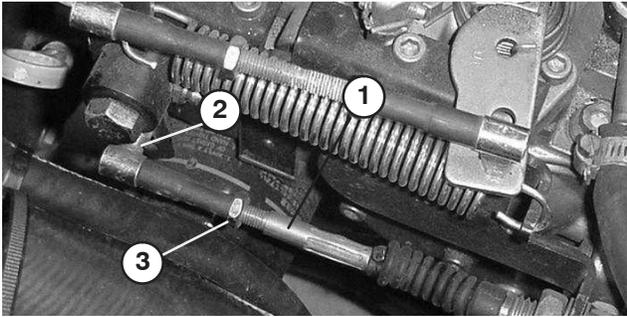
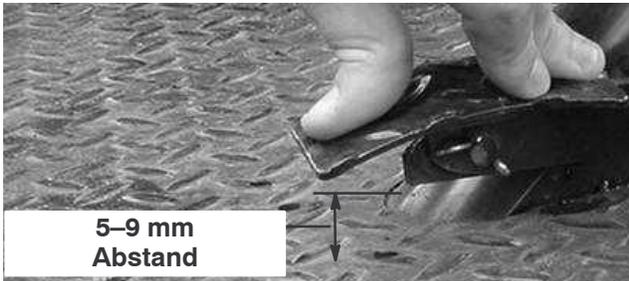

Bild 52
Bild 53
2. Stellen Sie das Kugelgelenk am Bowdenzug (Bild 52) so ein, dass ein Abstand von 2,5 bis 6,0 mm zwischen dem Gaspedal und der Oberseite des Bodenplattensternmusters (Bild 53) besteht, wenn Sie eine Kraft von 11 kg auf die Mitte des Pedals anwenden. Ziehen Sie die Sicherungsmutter fest.